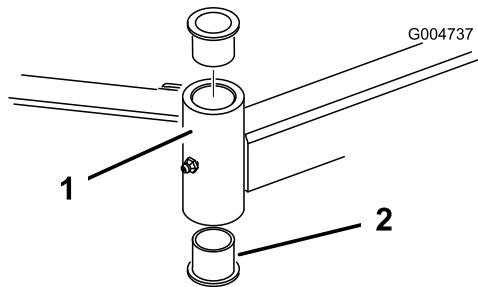

Figura 76
4. Inserte un botador fino en la parte superior o inferior del tubo de montaje y dé golpes hasta retirar el casquillo del tubo (Figura 76). Retire también el otro casquillo del tubo. Limpie el interior de los tubos para eliminar toda suciedad.